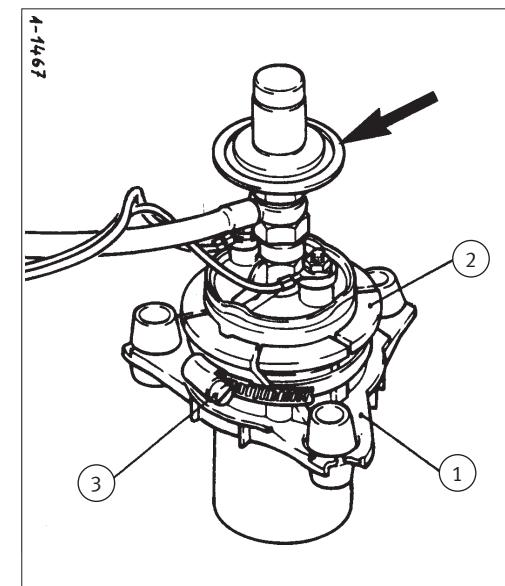

Abb. 2/Fig. 2/Puc. 2/图2
- Release the hose clamp (3, fig. 2).
- Remove the holder (1, fig. 2) downwards and the clamping sleeve (2) upwards from the fuel pump.
**Note:** The noise damper (pulsation damper) (arrow, fig. 2) is not required for the PIERBURG fuel pump.
- Détailler le support (1, fig. 2) dans le réservoir et enlever ensemble avec la pompe à carburant.
- Desserrer le collier de serrage du tuyau (3, fig. 2).
- Enlever le support (1, fig. 2) vers le bas et la douille de serrage (2) vers le haut de la pompe à carburant.
**Remarque :** L'amortisseur de bruit (amortisseur de pulsations) (flèche, fig. 2) n'est pas nécessaire pour la pompe à carburant de PIERBURG.
- Вытащить из пружинного зажима в баке держатель (1, рис. 2) и вынуть его вместе с топливным насосом.
- Ослабить шланговый хомут (3, рис. 2).